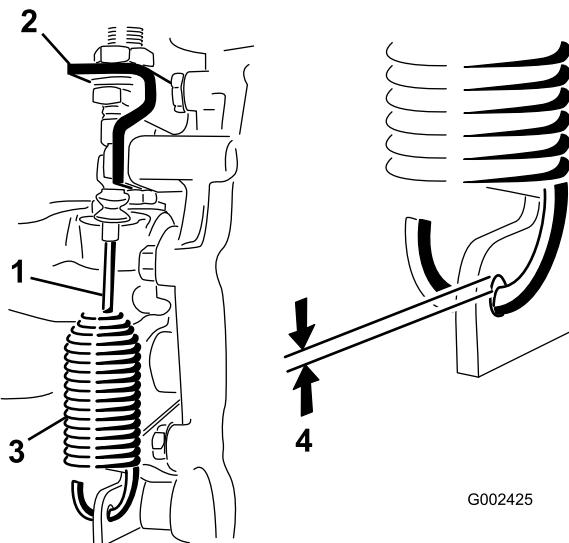

Figura 55
2. Allentate i dadi che fissano il cavo di bloccaggio del differenziale alla staffa del transaxle (Figura 55).